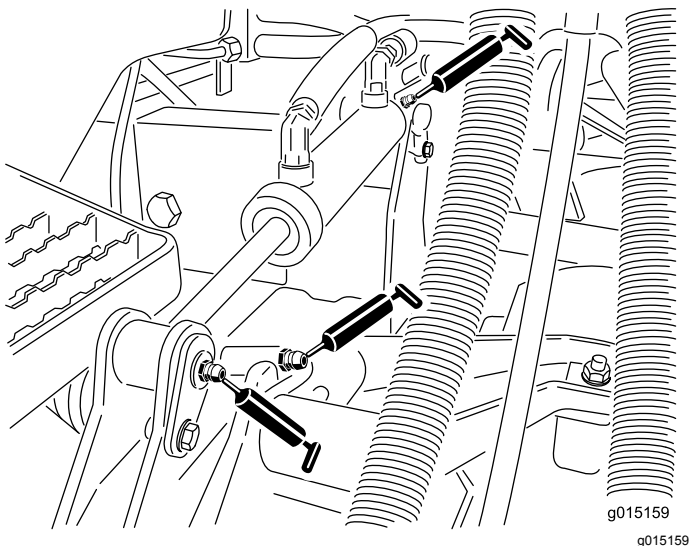

Bild 70
- Hubarmbüchsen (1 pro Schneideinheit) (Bild 70)
- Hubzylinderbüchsen (2 pro Schneideinheit) (Bild 70)